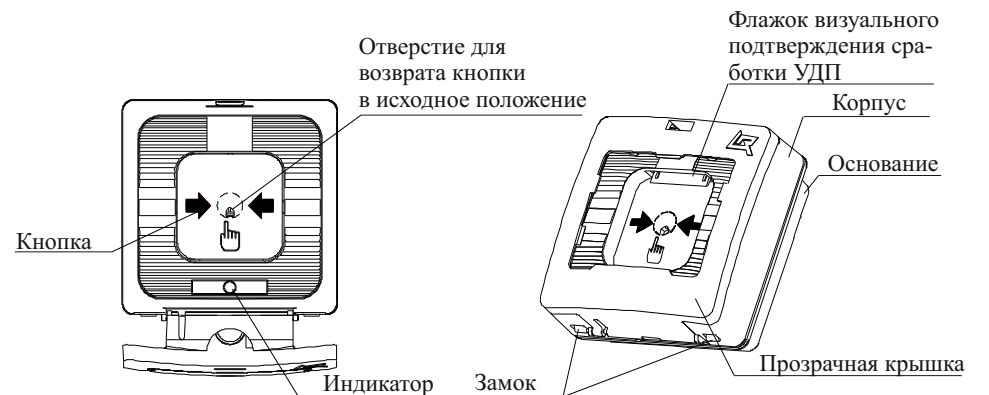

Рисунок 1
5.1 УДП представляют собой устройства, формирующие сообщение о событии при нажатии на кнопку. При этом формируется сообщение в виде скачкообразного уменьшения сопротивления в ШС до величины не более 500 Ом, сопровождающееся включением оптического индикатора и выпадением цветного флажка (рисунок 1).
Выпадающий цветной флажок является визуальным подтверждением нажатого состояния кнопки УДП (рисунок 1). При возврате кнопки в исходное положение флажок занимает начальную позицию.
6.7 Для установки УДП необходимо отсоединить корпус от основания, нажав отверткой на замки (рисунок 1), при этом кнопка должна быть в отжатом состоянии.